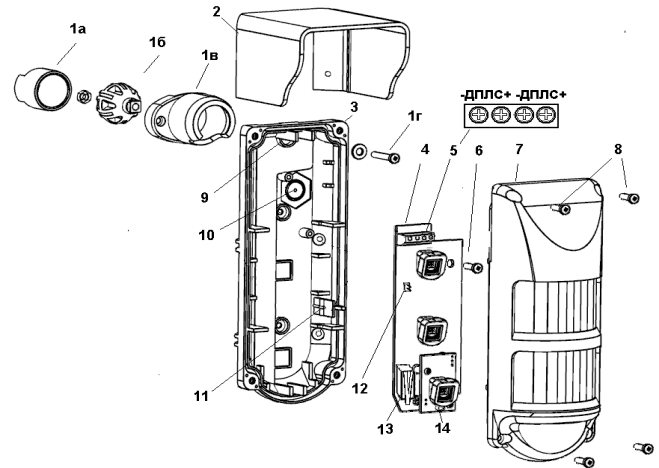

Рисунок 1 – Конструкция извещателя
5.1 Извещатель (рисунок 1) состоит из основания (3), печатной платы (4) и крышки (7). В комплект поставки входят кронштейн (1) и козырек (2) для защиты от осадков.